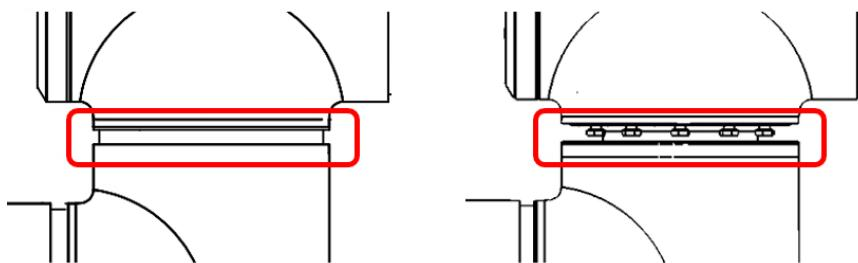

图 3-15 拆卸 J5 轴外壳螺钉
**步骤3** 首先，使用小平头螺丝刀或类似工具，轻轻取下 J5 轴和 J6 轴连接处的黑色的柔性扁型环，并将其从关节外壳上原来的位置向后拉动。接着，将黑色环向后滑动。如图 3-15 所示。10 个螺钉可见，关节两侧各 5 个，使用专用开口扳手松开螺钉，每个至少两圈半以上。然后将两个零件拉开，逆时针轻轻扭转 10°，直到达到机械制动（孔为钥匙孔型）。之后，J5 轴和 J6 轴可以完全分离。